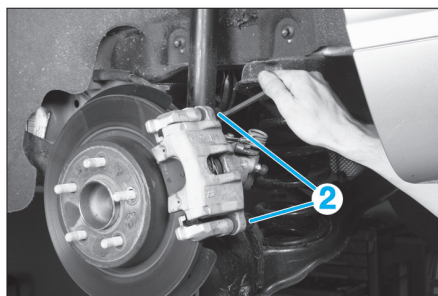

FIG. 10
- les 2 vis de guidage (2) de l'étrier (Fig.10).